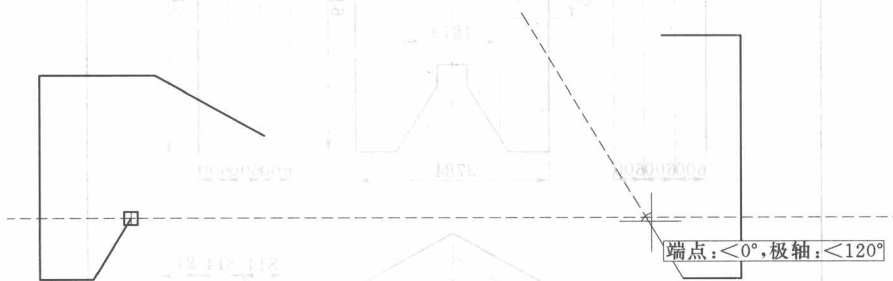

图 1-24 追踪绘制倾斜线
(3) 从右边用鼠标追踪左边 60° 直线的端点，如图 1-24 所示，绘制右边 60° 直线，再用同样的方法绘制 120° 直线。